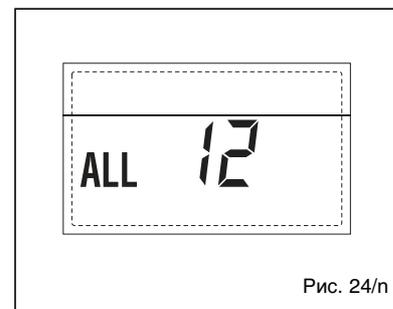

Рис. 24/n
**– СРАБАТЫВАНИЕ МОДУЛИРУЕМОГО НАСОСА ПЕРВОЙ СМЕШАННОЙ ЗОНЫ «ТРЕВ 20» (рис. 24/p)**